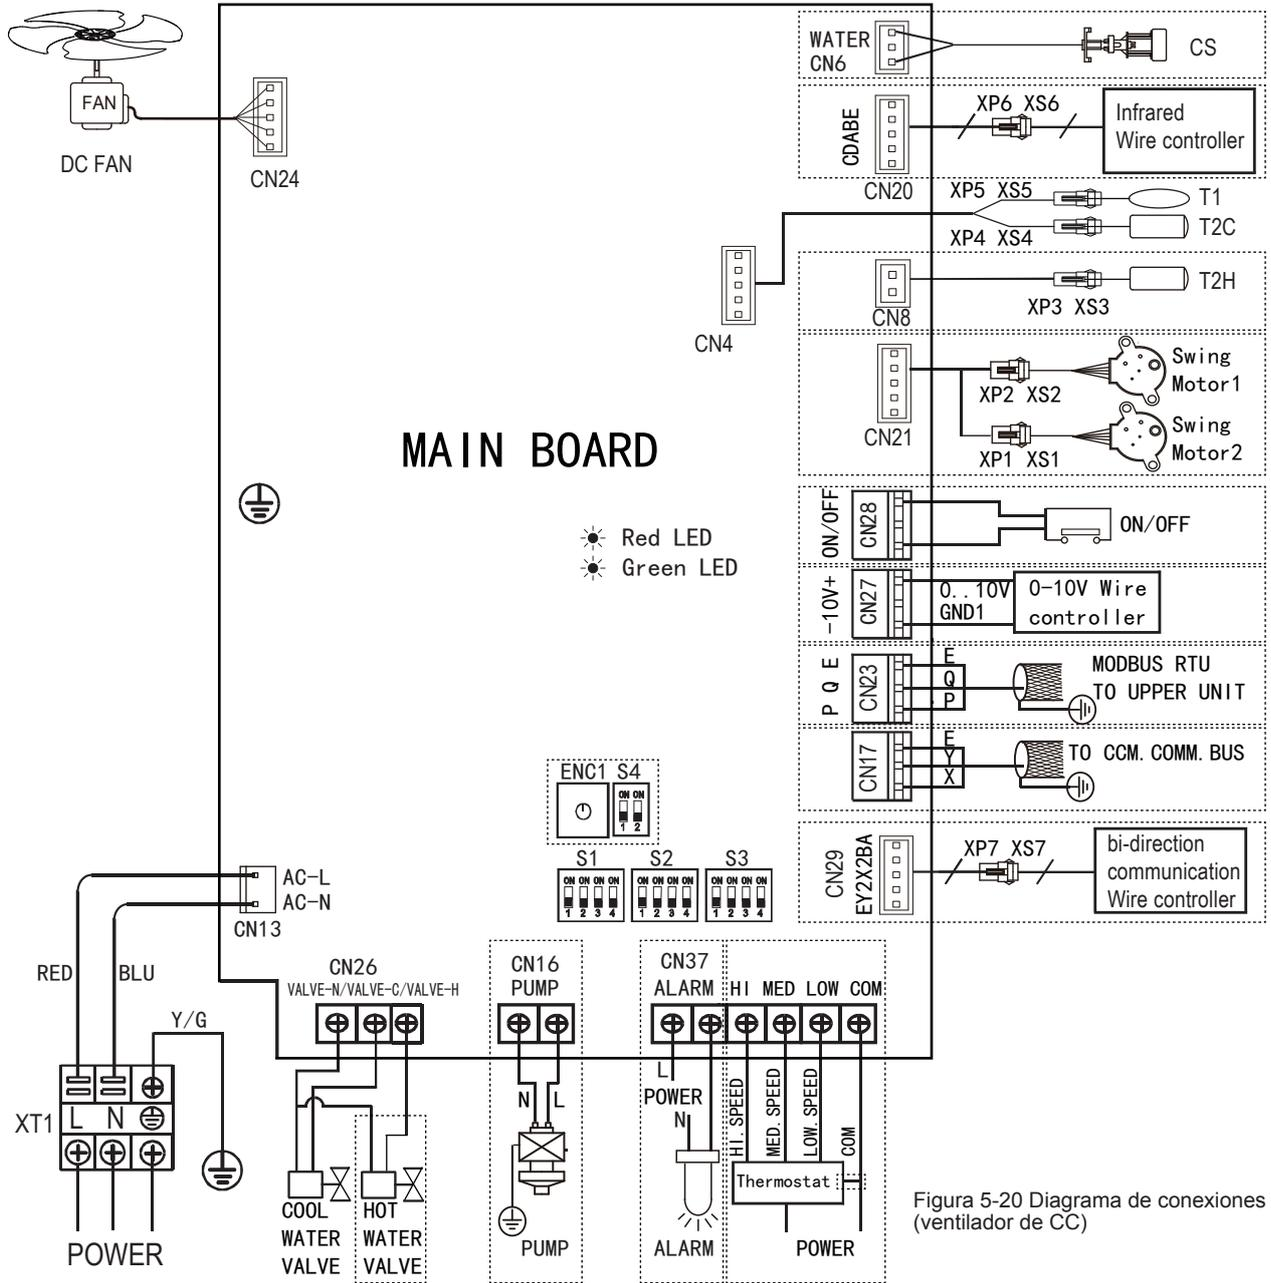

Figura 5-20 Diagrama de conexiones (ventilador de CC)
- Realice las conexiones eléctricas de acuerdo con la placa de identificación del cableado (Figura 5-20) de la unidad.